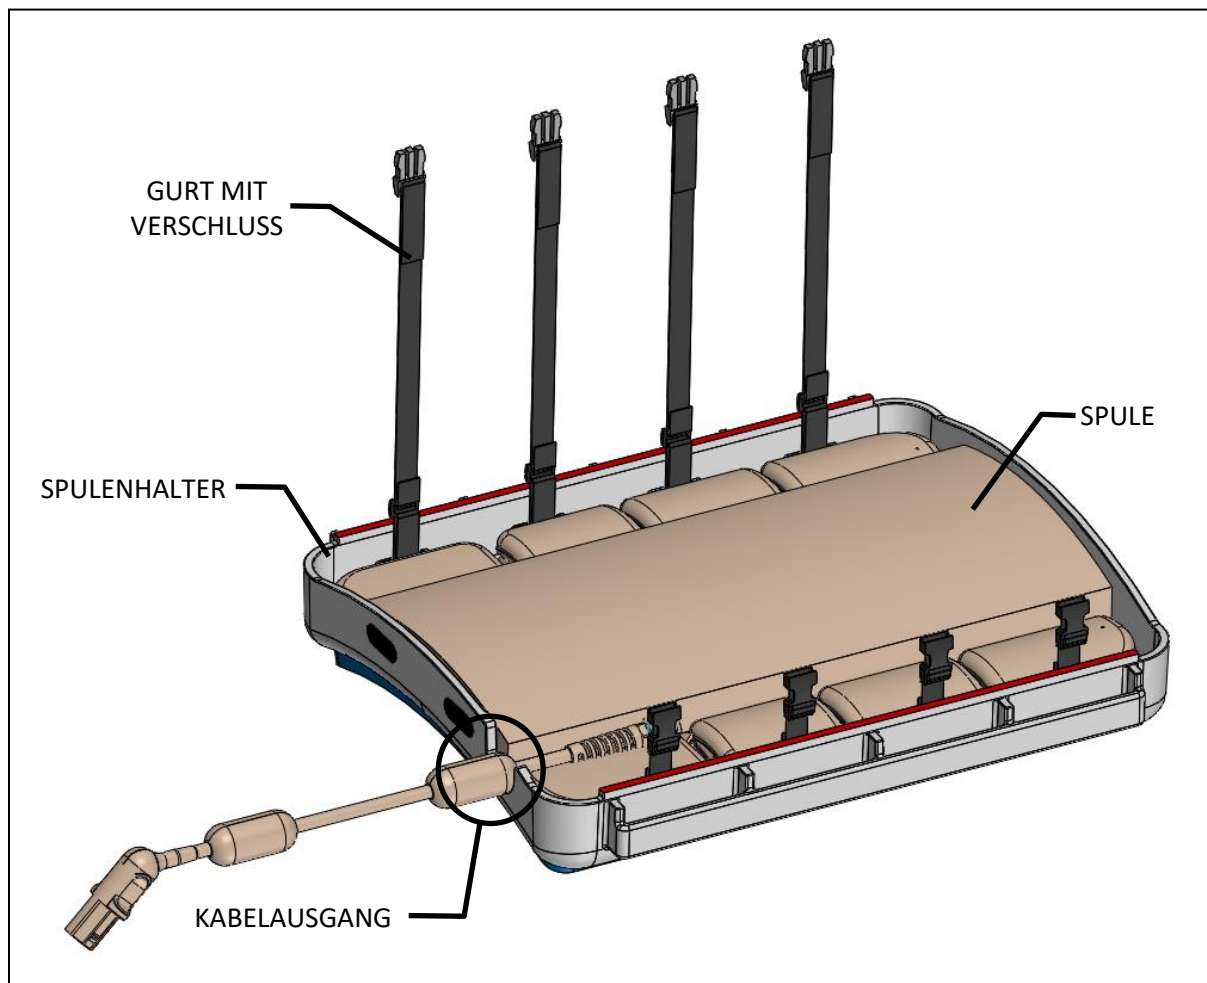

Abbildung 2: Kabel, das aus dem Spulenhalter herausragt
1. Legen Sie die Spule in den TULSA-PRO Spulenhalter für Ingenia, wobei das Kabel wie unten dargestellt aus dem Spulenhalter herausragt (*Abbildung 2*). Schließen Sie die Verschlüsse und ziehen Sie die Gurte fest.